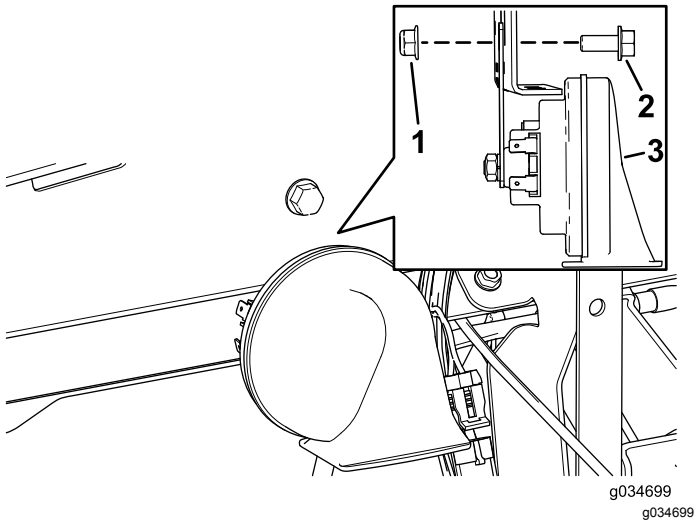

图 3
2. 如图 3 所示用六角头螺丝 5/16 x ¾ 英寸和凸缘螺母 5/16 英寸将 48V 喇叭总成安装到仪表板支架现有的孔中
**注意** 喇叭总成上的支架和凸缘螺母 5/16 英寸位于仪表板支架内侧 图 3。